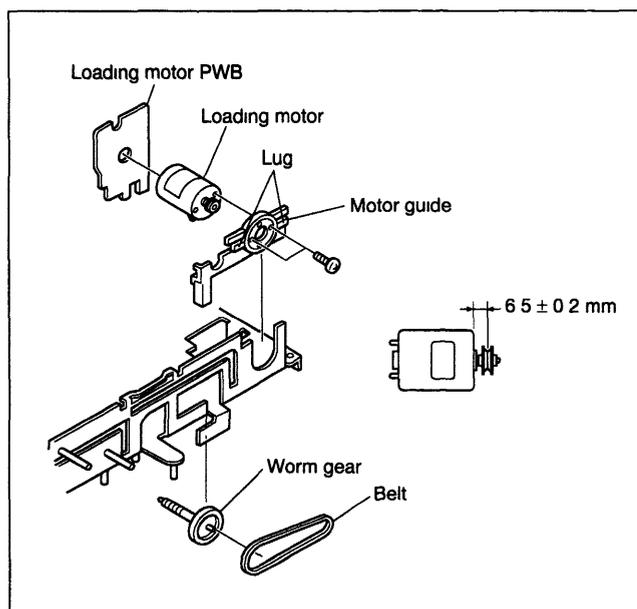

Fig. 2-2-15
- (1) Remova a correia (belt) da engrenagem com rosca sem fim (worm gear).
- (2) Abra as duas travas (lug) do suporte do motor (motor guide) e remova o motor de carregamento (loading motor) junto com o seu painel
- (3) Quando substituir o suporte do motor, tome cuidado com a posição do motor (deixe o selo para cima)
- (4) Quando a polia do motor (motor pulley) for substituída, posicione-a como indicado na Fig 2-2-15